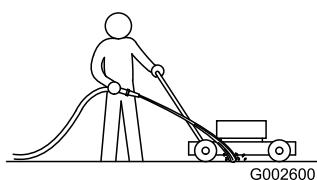

Figura 21
4. Segure uma mangueira de jardim ao nível da pega e deite um jato de água em frente da roda traseira direita (Figura 21).